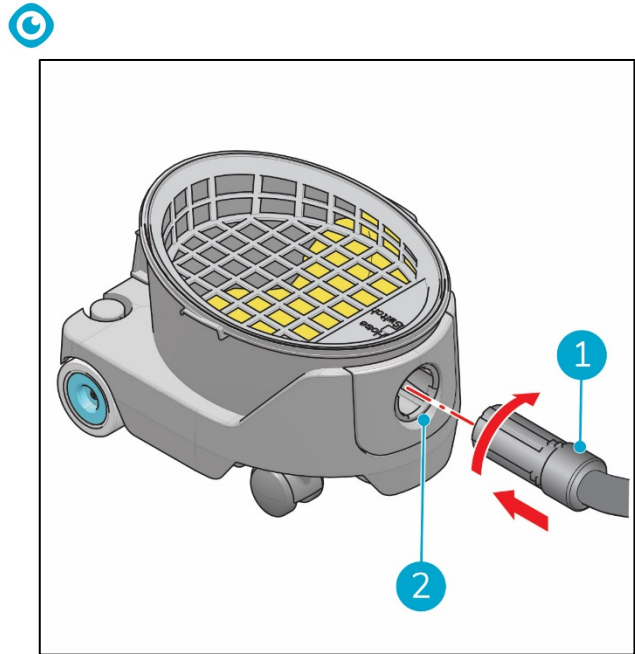

Figura 12
14. Coloca la manguera (Figura 12, pos. 1) en el conector de manguera (Figura 12, pos. 2) y gírala en sentido horario para que quede bloqueada.